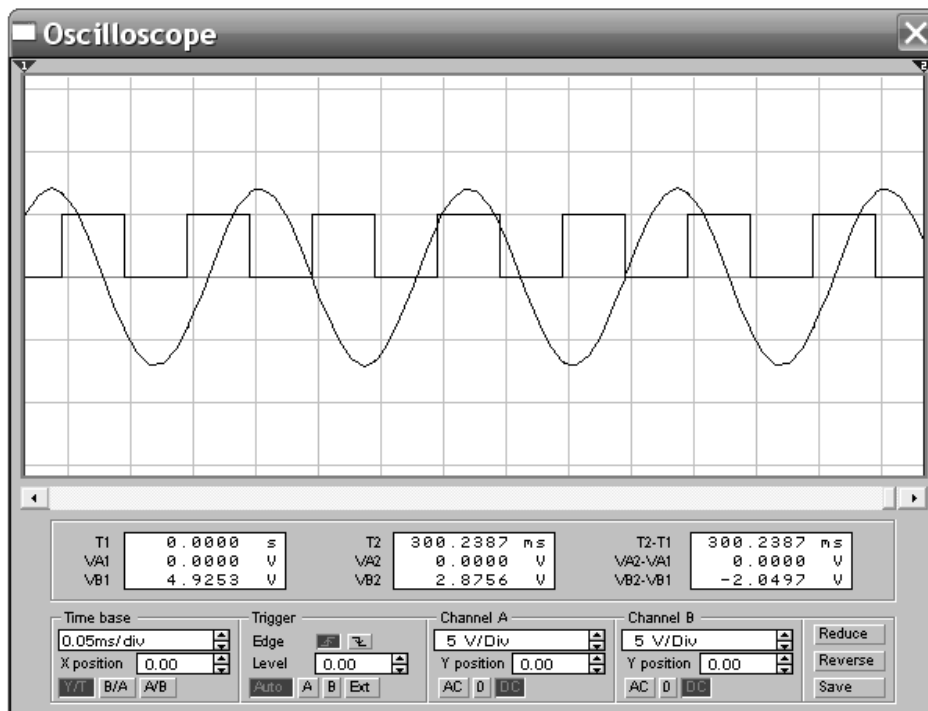

Рисунок 1.8 – Часові діаграми одночасно двох сигналів
7.7 Встановити перемикачем «Вольт на розподіл» (*V/div*) масштаб по осі амплітуд, зручний для спостереження діаграм (рисунок 1.8).